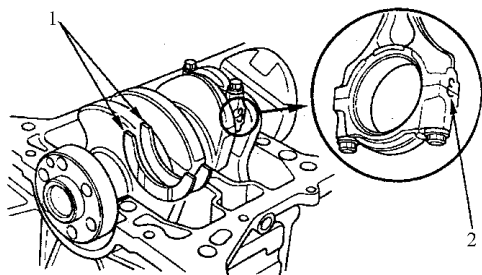

图 2-51 安装止推垫
- 7) 如图 2-51 所示，在气缸体的 4 号轴颈处安装止推垫圈。